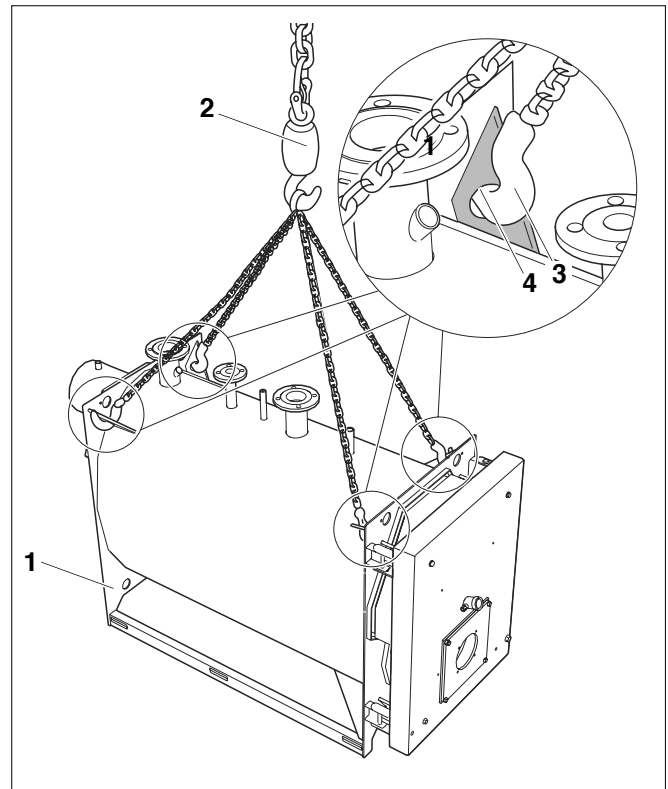

Fig. 5 Ridicarea corpului cazanului cu o macara
Puteți ridica și transporta corpul cazanului (fig.5, **poz. 1**) cu o macara.
- Agățați cablurile de transport (fig. 5, **poz. 3**) în orificiile celor patru elemente de prindere (fig. 5, **poz. 4**) ale corpului cazanului.
- Agățați cârligul macaralei (fig. 5, **poz. 2**) de cablul de transport.